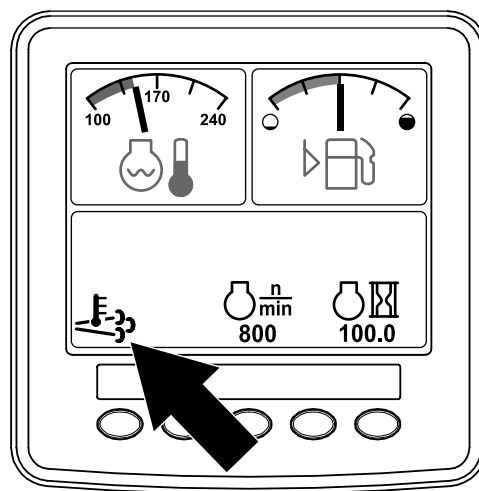

Figure 41
- L'icône de haute température d'échappement  s'affiche sur l'InfoCenter (Figure 41).